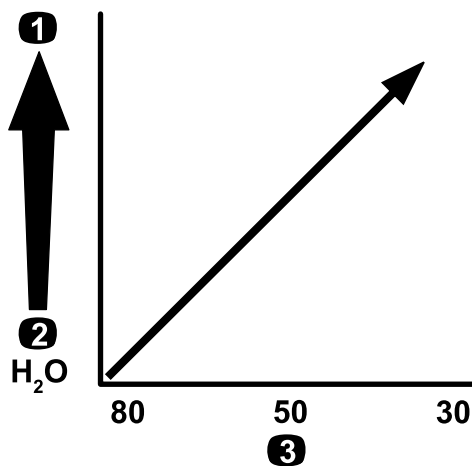

图 77
**重要事项** 当使用更高粘度更稠的化学品或含可湿性粉剂的溶液喷洒时可能需要使用适用于可选吸入式过滤器的更粗网孔请参阅图 77。